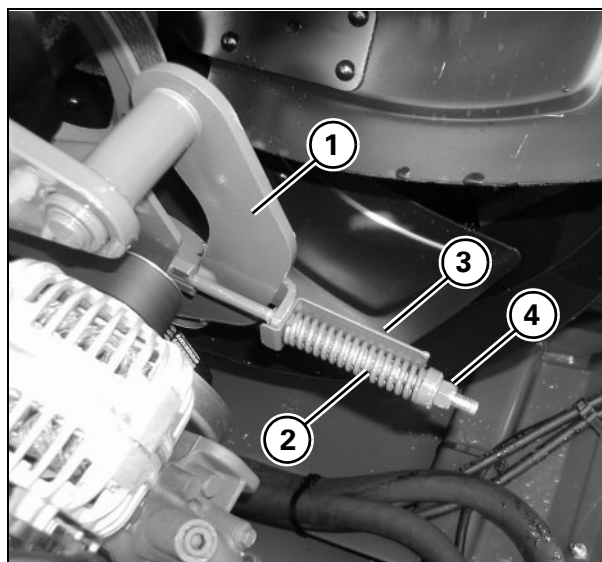

Рис. 24
23.) Ременный привод охлаждающего вентилятора - Рис. 24